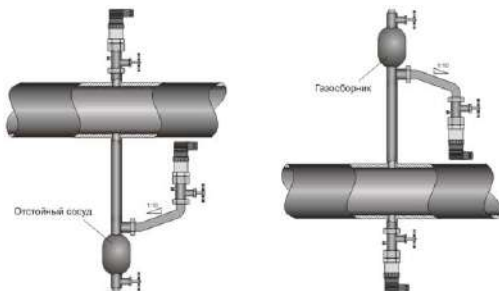

Рисунок 2. Монтаж датчика для измерения давления газа (слева) и жидкости (справа).
4.4. Механическое присоединение датчиков рекомендуется производить с ориентацией, при которой соединительная линия от места отбора давления имеет односторонний уклон ($\geq 1:10$) вверх к датчику, если измеряемая среда – газ, и вниз к датчику, если измеряемая среда – жидкость (см. рис. 2.). Если это невозможно, при измерении давления газа в нижних точках соединительных линий следует устанавливать отстойные сосуды, а при измерении давления жидкости в наивысших точках – газосборники. Отборные устройства для установки датчиков рекомендуется монтировать на прямолинейных участках, на максимально возможном удалении от насосов, запорных устройств, колен, компенсаторов и других гидравлических устройств.